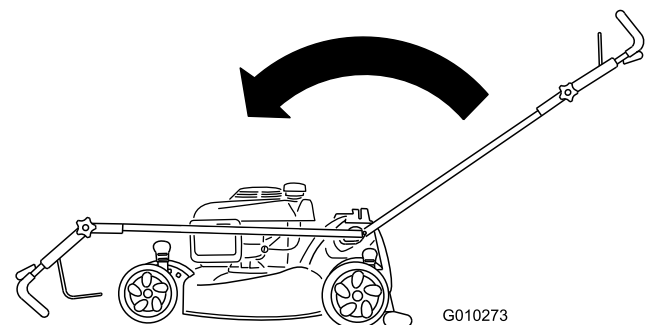

Figura 50
2. Mueva el manillar completamente hacia delante y afloje el pomo del manillar superior (Figura 50).